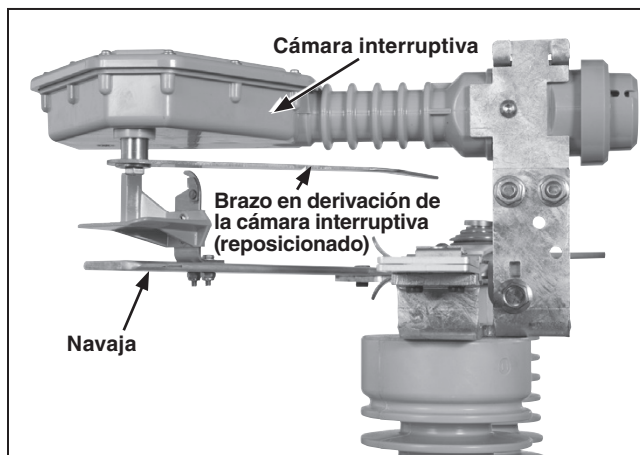

Figura 32. La cámara interruptiva y el brazo en derivación de la cámara interruptiva están paralelos al trayecto de barrido de la navaja.
PASO 11. Abra y cierre el interruptor y examine la alineación de la cámara interruptiva y de la navaja. La cámara interruptiva debe quedar paralela al trayecto de barrido de la navaja. Ver Figura 32.
- (b) Cuando la navaja realice su trayecto completo, el brazo en derivación de la cámara interruptiva será liberado y se presionará rápidamente en la posición de **Cierre** y se reposicionará para la siguiente operación. Ver Figura 32.